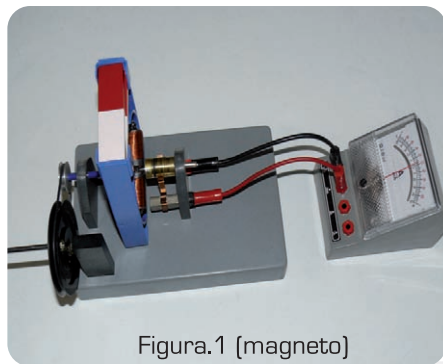

Figura.1 (magneto)
1. Montar el dispositivo tal como se indica en la figura 1 (magneto continua), conectando el amperímetro a las salidas de las escobillas.